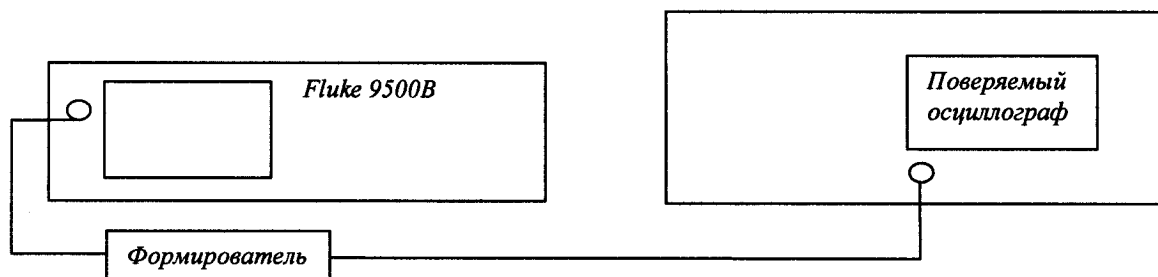

Рис.1.
7.3.1. Определение погрешности измерения напряжения постоянного тока производится с помощью калибратора осциллографов Fluke 9500В с использованием формирователя 9530 по схеме рис.1.
7.3.2. Определение времени нарастания переходной характеристики (ПХ) производится с помощью генератора перепада напряжения калибратора осциллографов Fluke 9500В с использованием формирователя 9530 по схеме рис.1.
7.3.3. Определение погрешности измерения периода (частоты) проводят методом прямых измерений частоты нулевых биений сигналов АЦП осциллографа с использованием генератора синусоидального напряжения калибратора осциллографов Fluke 9500В в соответствии со схемой рис.1.